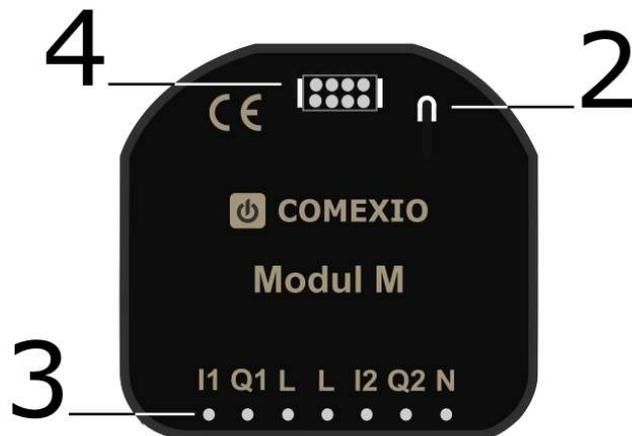

Bild 3 | Figure 3 – Rückseite | Back
4. Stecken Sie den Aufsatz in den Rahmen und verbinden Sie den Aufsatz inkl. Rahmen über die Steckverbindung (Bild 3) mit dem Modul.
4. Insert the attachment incl. frame into the frame and connect the attachment incl. frame to the module via the plug connection (Figure. 3).